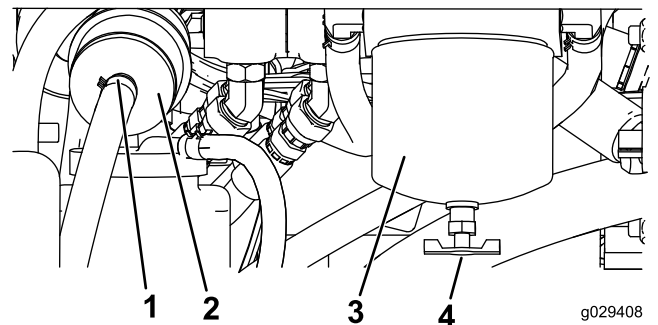

Figura 47
4. Localice el filtro de combustible en el lado trasero del motor (Figura 47), y coloque debajo un recipiente limpio.
4. Localice los filtros de combustible en el lado derecho del motor (Figura 47), y coloque debajo un recipiente limpio.
5. Limpie la zona de montaje del cartucho del filtro (Figura 47).
6. Retire el cartucho del filtro y limpie la superficie de montaje (Figura 47).
9. Instale el cartucho del filtro a mano hasta que la junta entre en contacto con la superficie de montaje, luego gírelo media vuelta más (Figura 47).
10. Localice el filtro en línea situado a la izquierda del cartucho del filtro de combustible (Figura 47) y observe la flecha de sentido de flujo impresa en el lateral del filtro en línea.
11. Abra las abrazaderas de cada extremo del filtro en línea y retire las mangueras del mismo (Figura 47). Deseche el filtro.
12. Deslice las mangueras sobre el extremo de un filtro nuevo (Figura 47), asegurándose de que la flecha del filtro apunta hacia el motor o la bomba de combustible eléctrica.